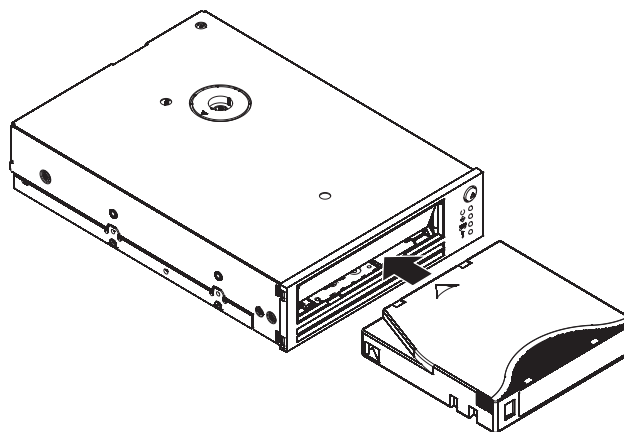

Figure 4. Insertion d'une cartouche dans l'unité
4. Maintenez la cartouche de telle sorte que le taquet de protection soit dirigé vers vous (voir figure 4).